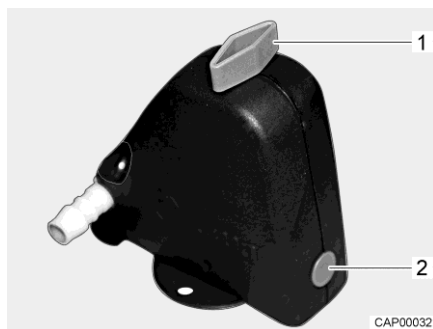
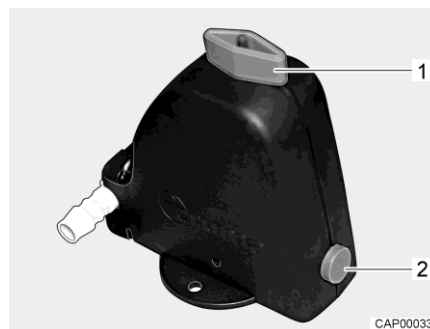

Fig. 63 Valvola di sicurezza/di scarico chiusa
Fig. 64 Valvola di sicurezza/di scarico aperta
- Aprire la valvola di sicurezza/di scarico (Fig. 63). A tal fine ruotare la manopola (Fig. 63,1) nel senso della lunghezza della valvola di sicurezza/di scarico. Il bottone automatico (Fig. 63,2) scatta all'infuori. La valvola di sicurezza/di scarico aperta è rappresentata in Fig. 64.